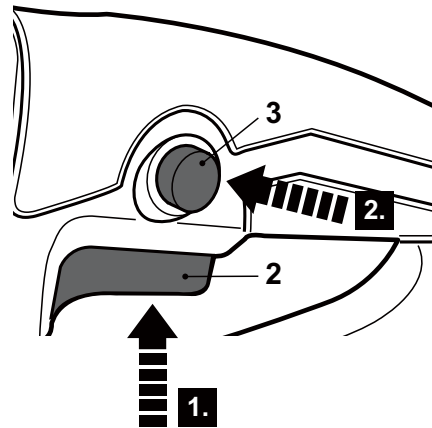

Fig. 11
- > Ligue o produto e mantenha o interruptor ligado/desligado (2) pressionado (Fig. 11, passo 1).
- > Pressione o botão de bloqueio (3) e mantenha-o nesta posição para bloquear o interruptor ligado/desligado (2) (Fig. 11, passo 2).
- > Solte o botão de bloqueio (3) e o interruptor ligado/desligado (2). O interruptor ligado/desligado ficará bloqueado para que o produto possa ser utilizado de forma contínua.
- > Pressione e solte o interruptor de ligado/desligado (2) para desligar o produto.